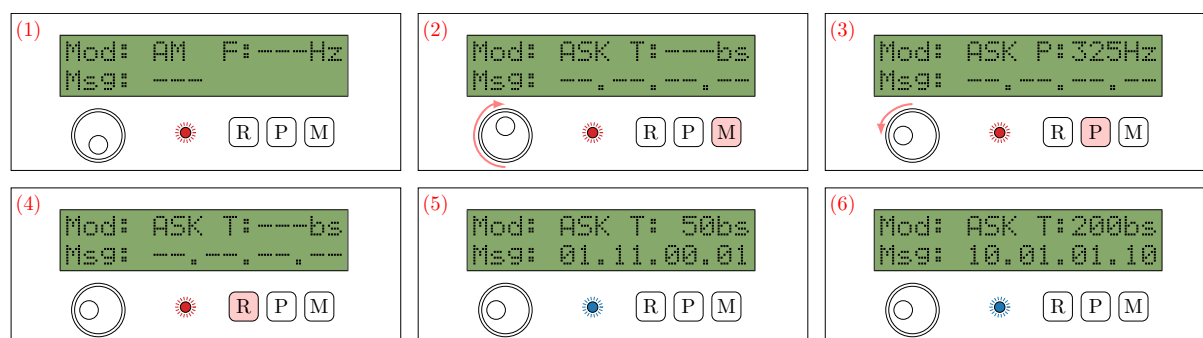

Figura 3: Infográfico do ajuste do mini SDR para demodulação ASK com portadora em 325Hz.
O infográfico da Figura 3 apresenta o detalhamento do procedimento para ajuste do mini SDR. Estando no modo *Run* (1), o usuário deverá pressionar o botão **M** para inicializar o processo de ajuste da modulação, o que resultará na mudança para o modo *Modulação* (2). Para definir o tipo de modulação basta girar o potenciômetro em sentido anti-horário até o display exibir ASK. Após definir o tipo de modulação, o usuário deverá pressionar o botão **P** para mudar para o modo *Portadora* (3). Agora basta girar o potenciômetro em sentido horário até o display exibir 325Hz. Por fim, deve-se pressionar o botão **R** para finalizar o processo de ajuste dos parâmetros e retornar o mini SDR para o modo *Run* (4). Após o ajuste do mini SDR, sempre que uma mensagem for modulada e enviada adequadamente, a mensagem e sua taxa de transmissão serão exibidos no display LCD (5,6).